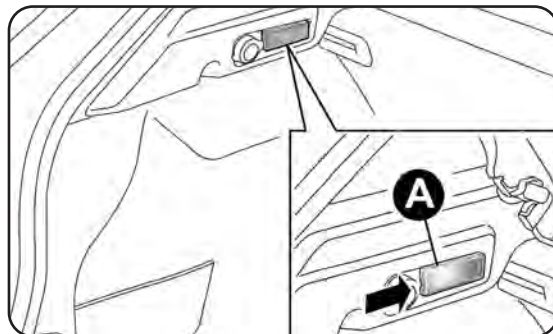

fig. 145
- abra el maletero y extraiga el plafón A-fig. 145 actuando en el punto indicado por la flecha;
- vuelva a montar el plafón A-fig. 145 introduciéndolo en su posición correcta, primero por un lado y después, presionando el otro lado hasta oír el “clic” de bloqueo.